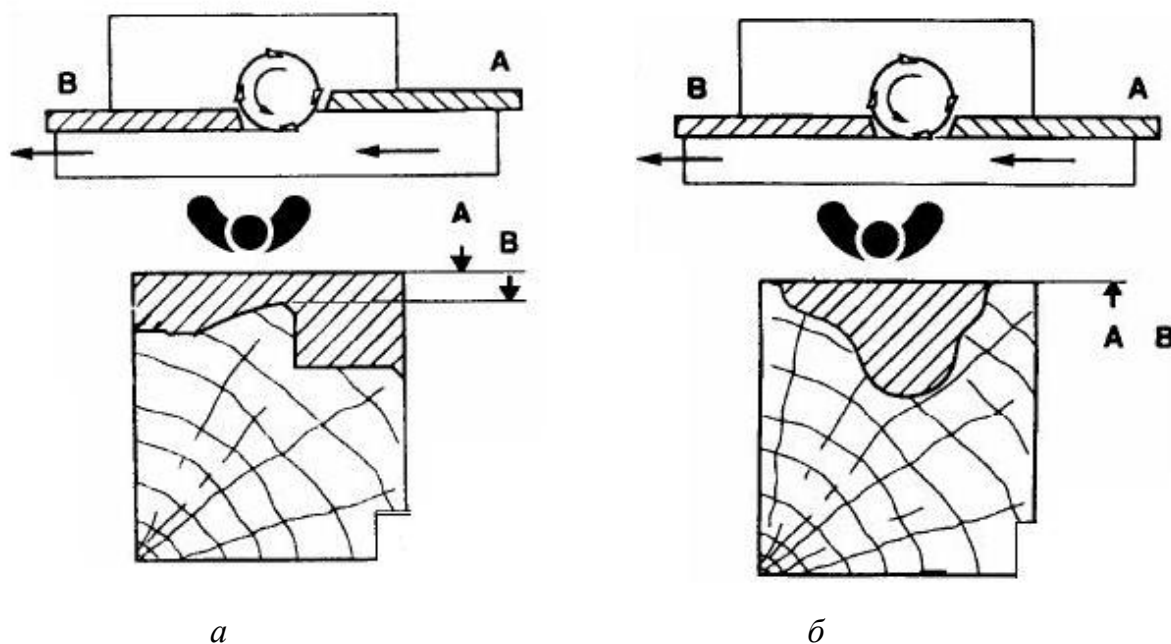

Рис. 3. Технологическая схема фрезерного станка:
2.1. Технологическая схема фрезерного станка (рис. 3, а, б) показывает взаимодействие и взаимное расположение режущего инструмента, обрабатываемой детали и направляющих элементов.
При профильной обработке детали по всей высоте (рис. 3, а) передняя направляющая линейка А отстоит от окружности резания фрезы на максимальную высоту обрабатываемого профиля. При этом задняя направляющая линейка В настраивается таким образом, чтобы обрабатываемая деталь опиралась на нее своим наиболее выступающим участком.
Если профилирование производится не по всей высоте детали (рис. 3, б), то обе направляющие линейки выравниваются между собой и смещаются в сторону оси фрезы на величину глубины профиля.